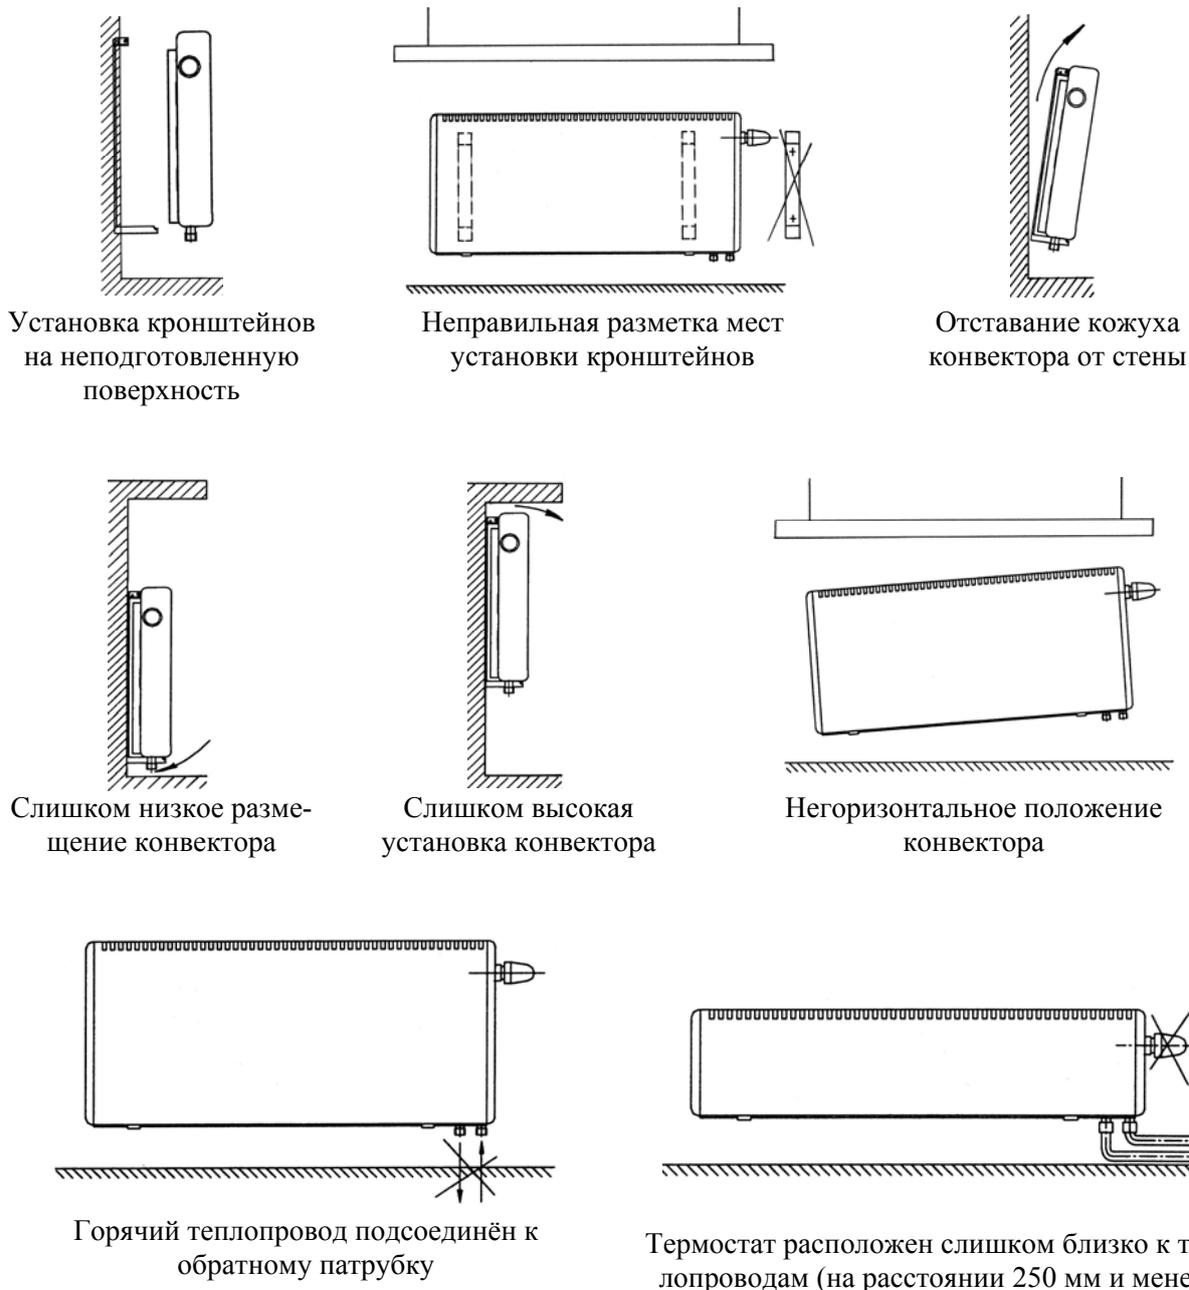

Рис. 6.2. Случаи неправильной установки конвекторов «Экотерм»
2.9. При монтаже следует избегать неправильной установки конвектора (см. рис. 6.2.).